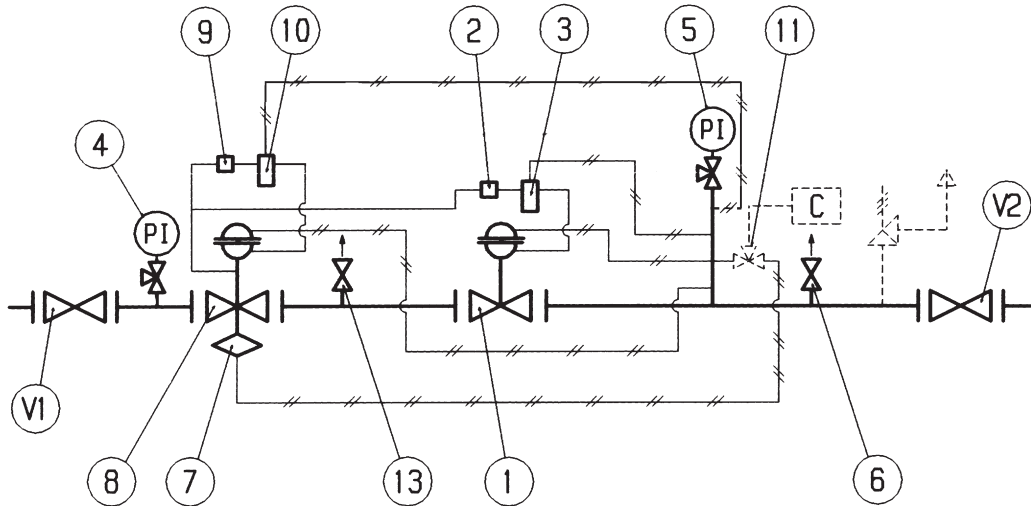

Fig. 16
5.5 MESSA IN SERVIZIO DEL REGOLATORE PIÙ MONITOR IN LINEA DIXI CON VALVOLA DI BLOCCO INCORPORATA (FIG. 16)